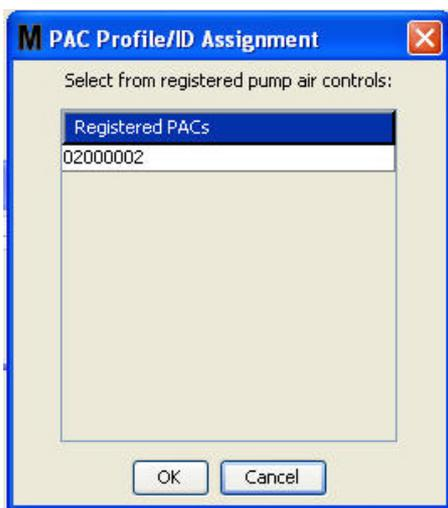

FIG. 114
- Después de haber nombrado el PAC, haga clic en el botón Vincular. Aparecerá la pantalla Perfil/ Asignación de ID representada en la FIG. 114. Seleccione un PAC de la lista de controles de aire de bomba registrados. Haga clic en Aceptar para cerrar la pantalla y guardar los cambios. Consulte el manual de instrucciones del control de aire de bomba para obtener una descripción completa del procedimiento de registro del PAC. En el Apéndice A de este manual, en la sección Cómo registrar un control de aire de bomba de la página 161, también se proporcionan instrucciones.